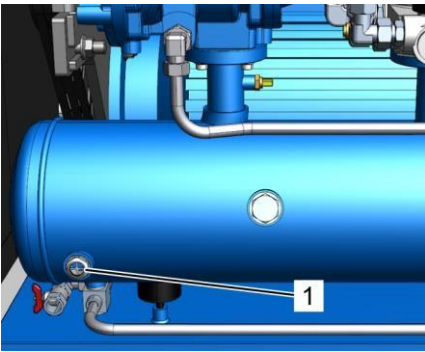

Рис. 30: Проверка уровня охлаждающей жидкости через смотровое отверстие
7. Проверьте уровень охлаждающей жидкости через смотровое отверстие ( Рис. 30/1) и при необходимости долейте охлаждающую жидкость, как описано в ↪ Глава 8.4.2 «Проверка уровня охлаждающей жидкости / доливка охлаждающей жидкости» на странице 87.